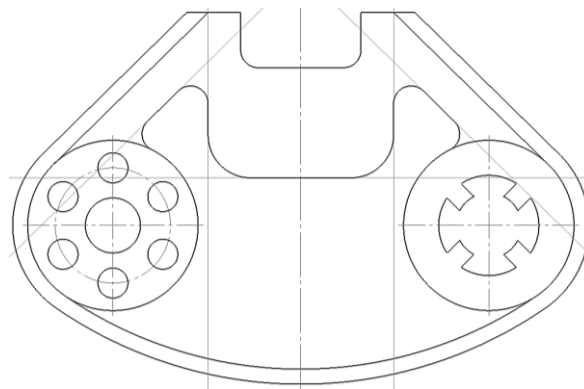

Рис. 73. Построение скруглений
2.14.3 Используя команду **Скругление** , выполнить указанные сопряжения радиусами 7 и 17 мм (рис. 73).